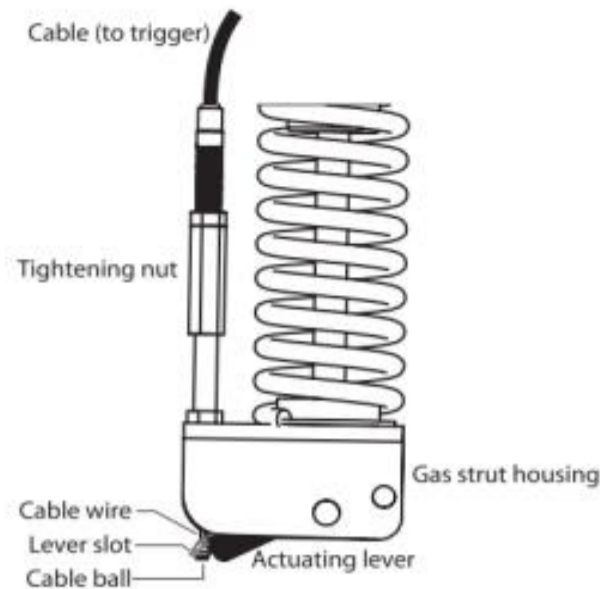

Fig. 15.44 Cavo del basculamento
1. Se la carrozzina non bascula quando viene premuta la leva, il filo del cavo è allentato e deve essere tirato. Per farlo, rimuovere la copertura di gomma sopra l'alloggio della molla a gas che copre i dadi di regolazione. Per prima cosa, svitare il dado di bloccaggio e muovere il controdado di regolazione (mostrato nella Fig. 15.44) in modo che sia visibile più filettatura sopra il dado. Provare la funzione di basculamento e, se funziona correttamente, stringere il dado di bloccaggio e riposizionare la copertura di gomma.